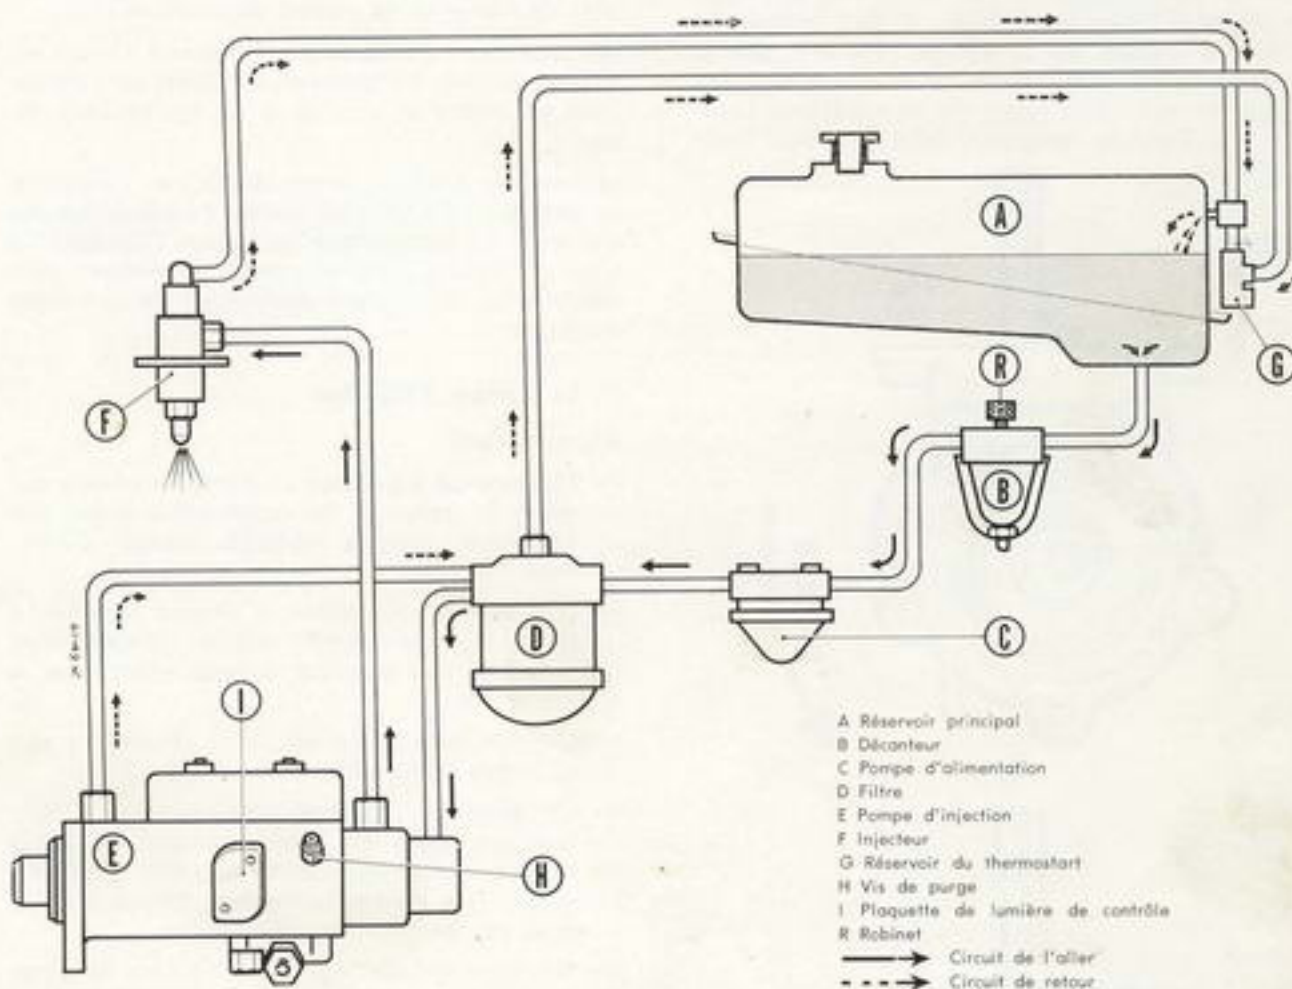

Fig. 1
a) Circuit d'alimentation et d'injection (fig. 1)